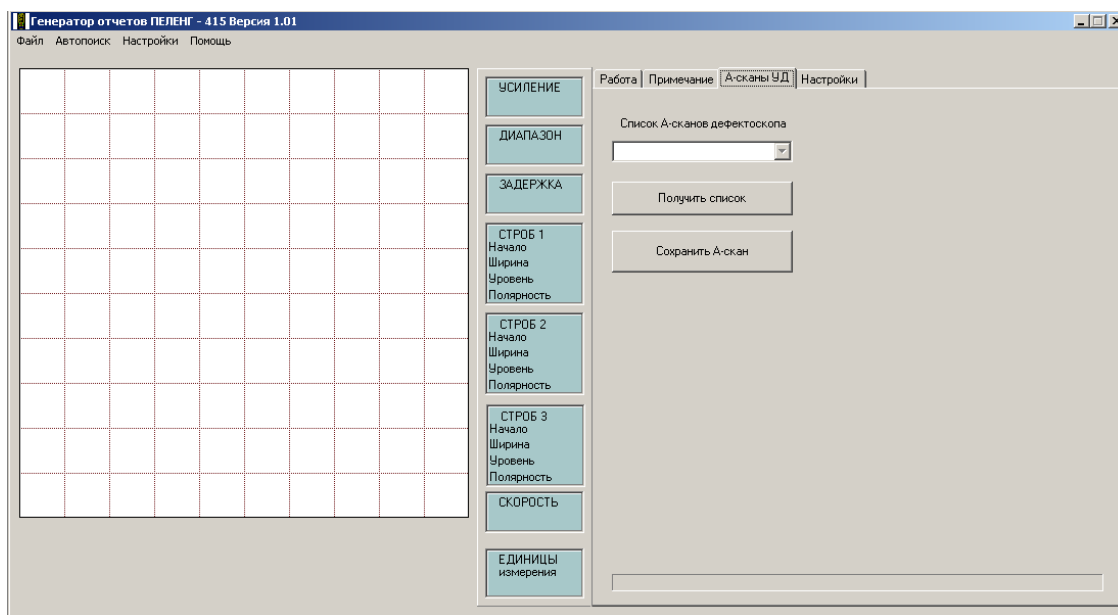

Рис.6.2.
6.9.3.1. Выбрать закладку «А-сканы УД» (рис.6.2).